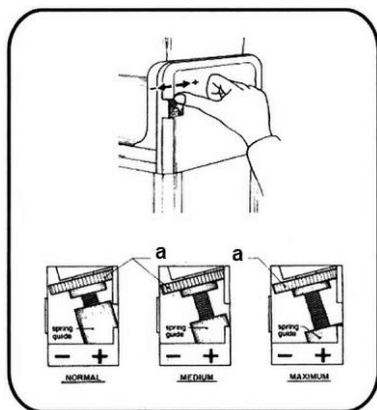

Рис. 3
1. Для молока или других продуктов, требующих больше времени для охлаждения, настройку нужно поменять на «**medium**» или «**maximum**», поворачивая настроечное колесо (a) в направлении «+», как показано на рис. 3.